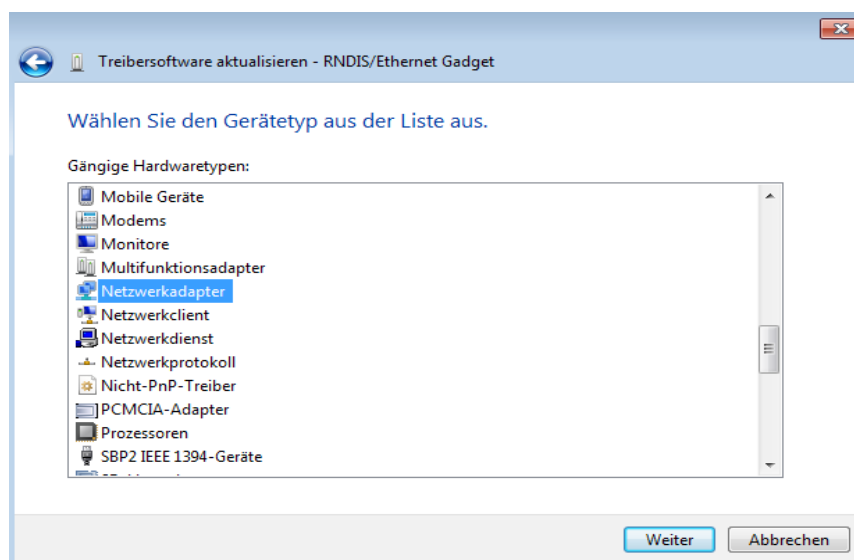

Abbildung 9: Netzwerkadapter
6. Ein neues Fenster wird erscheinen in dem Sie den Typen des Geräts wählen sollen. Wählen Sie hier "Netzwerkadapter" (siehe Abbildung 9)